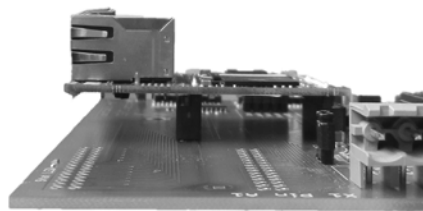
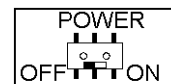

Bild 2
Bild 3
- Das UNIGATE® FC einsetzen (Richtung beachten – siehe Bild 2) und die Versorgung einschalten – POWER = ON (Bild 3)